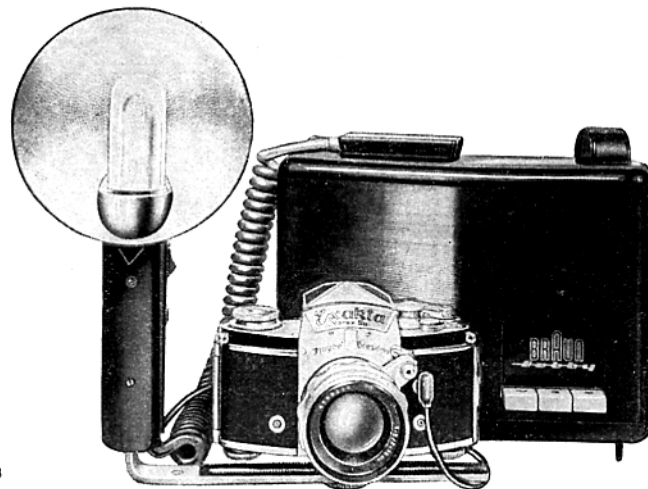

fig. 43
La synchronisation X, permet l'emploi avec l'EXAKTA Varex IIa des flashes électroniques modernes (fig. 43). Le câble de synchronisation des torches électroniques se branche sur la prise-synchro X (10). Les lampes électroniques s'utilisent l'obturateur étant réglé au  $\frac{1}{50}$  de seconde ou sur un temps de pose plus long. Dans ce type de synchronisation, le contact est établi dès que le premier rideau de l'obturateur a entièrement démasqué la fenêtre d'exposition. Le temps de pose réel est déterminé par la durée de l'éclair électronique qui, en général, varie du  $\frac{1}{200}$  au  $\frac{1}{5000}$  de seconde selon le type de lampe utilisé. Ce temps de pose suffit pour « figer » les mouvements les plus rapides du sujet.